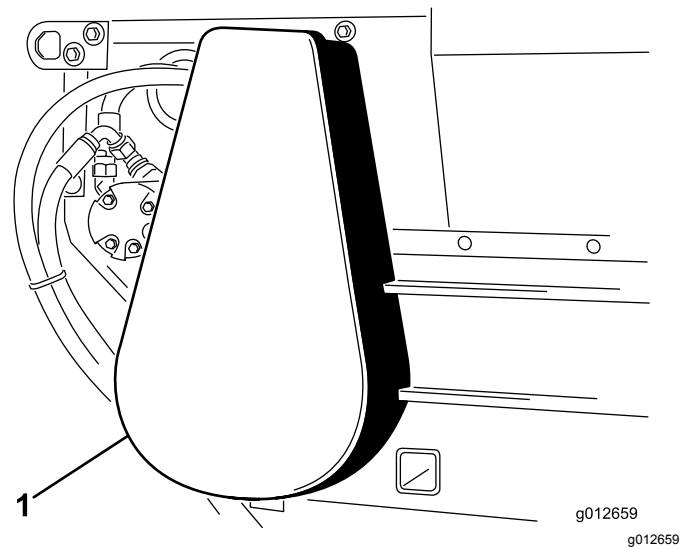

Figura 18
2. Rimuovete la copertura della catena (Figura 18).
6. Montate la copertura della catena (Figura 18).